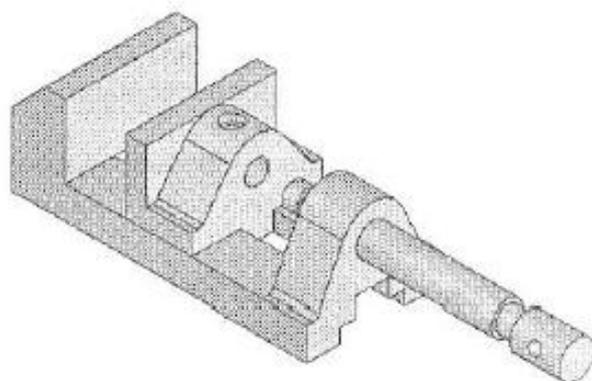

Рис. 5.17. К прижимному винту и основанию применено сопряжение Коцентричность
7. В этот момент отпустите левую кнопку мыши. На экране появится панель инструментов Mate (Сопряжение), на которой по умолчанию нажата кнопка Concentric (Концентричность). Это означает, что в данном случае наиболее подходящим является сопряжение Concentric (Концентричность). Щелкните на кнопке Add/Finish Mate (Добавить/Завершить сопряжение) на панели инструментов Mate (Сопряжение). На рис. 5.17 показан прижимной винт в сборе с основанием.